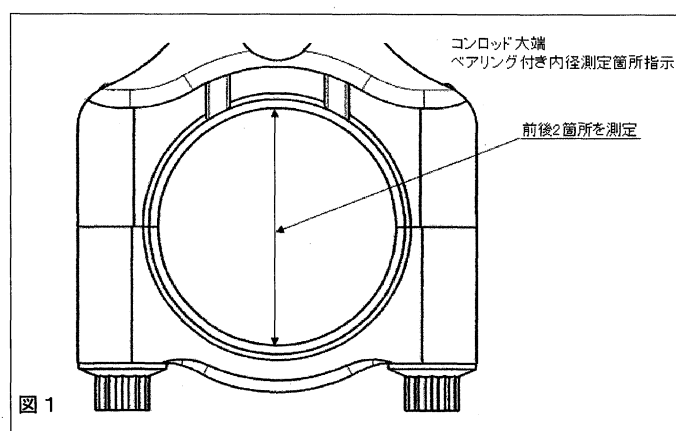

図1
2. 2 図1のようにベアリングを入れた大端内径の上下方向をシリンダゲージ等で前後2ヶ所測定してください。(図1)